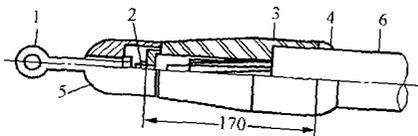

图 E-36
**Lb4E2024** 如图 E-36 所示, 标出牵引头与单芯电缆的连接结构图及各部分名称。